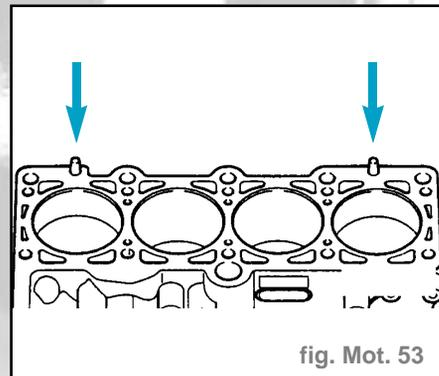

fig. Mot. 53
- Tenir compte des broches de centrage dans le bloc-cylindres (fig. mot. 53).